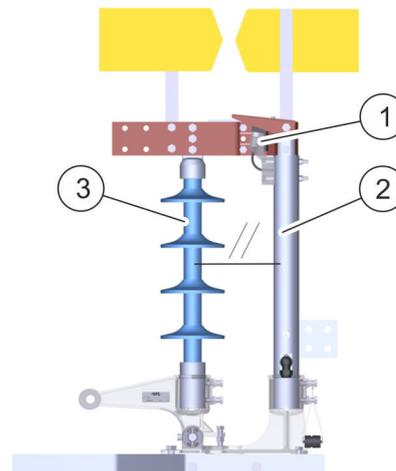

Abb. 5: Frontansicht
Der Sensor (Abb. 5/1) löst aus, wenn im geschalteten Zustand Erdkontaktröhre (Abb. 5/2) und bewegliche Schaltsäule (Abb. 5/3) parallel zueinander sind. Die Parallelität muss visuell geprüft werden. Bei Fehlfunktion messen und nachjustieren (☞ „Schalterendlage messen und nachjustieren“ auf Seite 44).
- ➔ Parallelität zwischen Erdkontaktröhre (Abb. 5/2) und beweglicher Schaltsäule (Abb. 5/3) visuell prüfen.